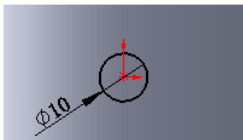

图 3.34.6 草图 2
Step5. 创建图 3.34.6 所示的草图 2。选择下拉菜单 **插入(I)**  **草图绘制** 命令；选取基准面 1 作为草图基准面，绘制图 3.34.6 所示的草图 2。